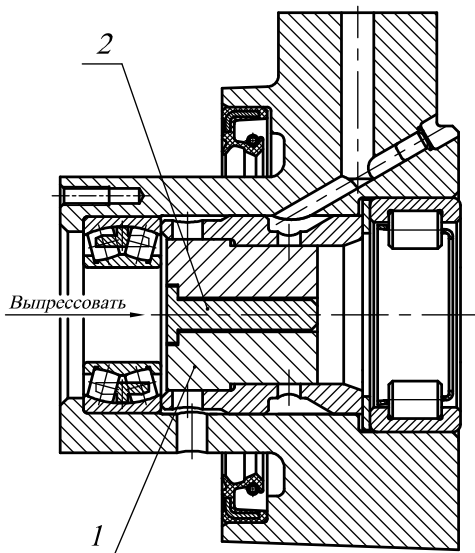

Рис. 12. Выпрессовка распорной втулки
9. Отвернуть болты крепления 19 упорного фланца 16, выпрессовать наружную распорную втулку 21 и наружную обойму заднего подшипника. Во избежании передачи осевого усилия через сепаратор переднего подшипника, выпрессовку необходимо проводить с помощью специального приспособления, как показано на рис. 12 и 13. После этого извлечь из корпуса передний подшипник.